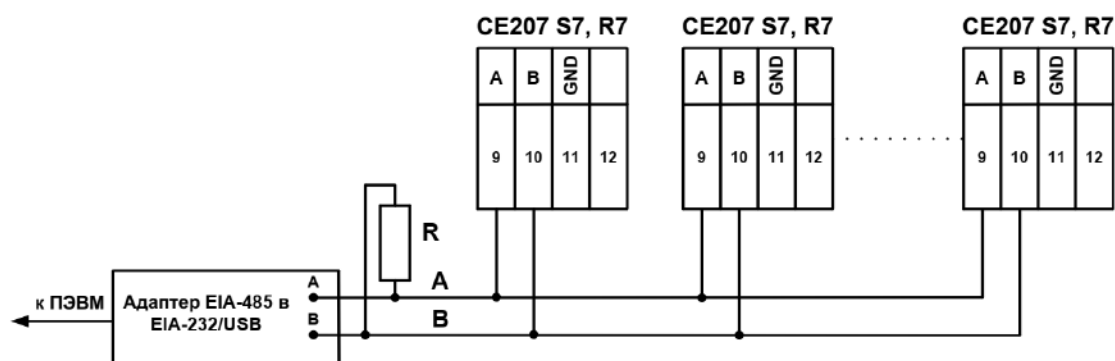

Рисунок 11 – Схемы подключения счетчиков СЕ 207 с интерфейсом EIA-485 через внешний адаптер EIA-485/EIA-232, EIA-485/USB к ПЭВМ
- Согласно схеме (см. рисунок 11) подключить контакты А и В адаптера EIA- 485/EIA-232 к счетчику. Некоторые производители адаптеров EIA- 485/EIA-232 обозначают контакты А и В как «DATA +» и «DATA-» соответственно.